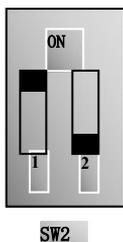

图 5-10
- (5) 对于 E3000 系列功率变频器控制端子排附近有一个两位黑色拨码开关 SW2，如图 5-10 所示。SW2 拨码开关同时拨至上侧“ON”档，此时通过 PE 连接线实现控制板“CM”“GND”与整机“PE”连接。SW2 拨码开关同时拨至下侧“OFF”档，此时通过 PE 连接线实现控制板“CM”“GND”与整机“PE”断开。